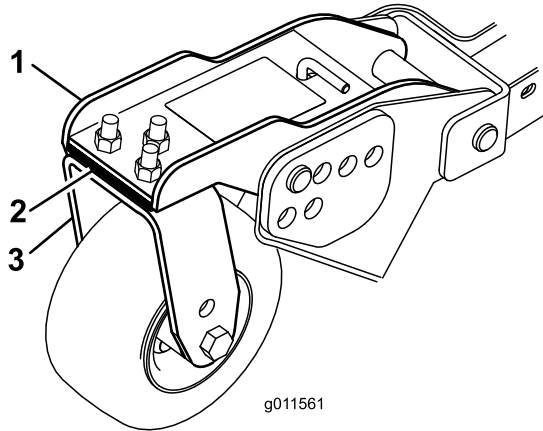

図 123
1. キャスタアームをキャストフォークに固定しているキャップスクリューとナットを外す 図 123。